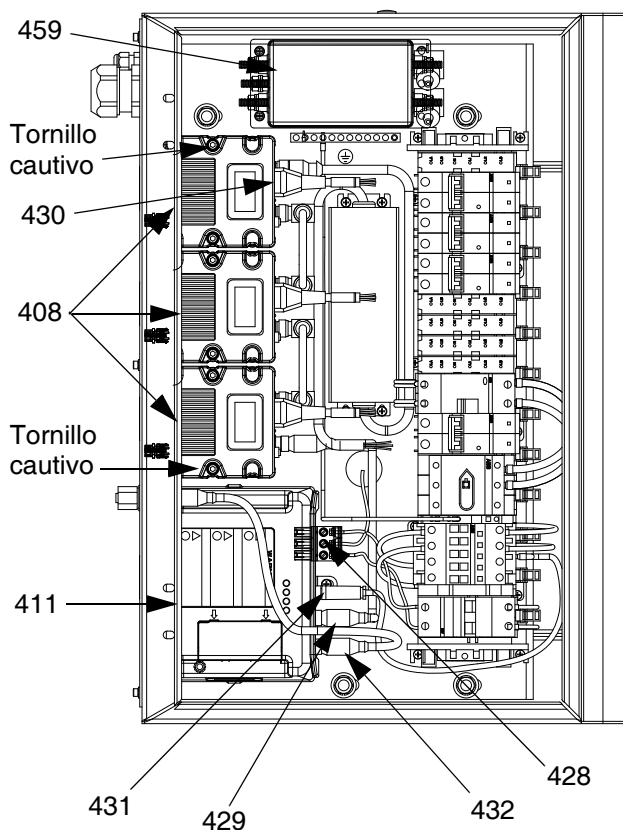

FIG. 48: Vista interna del gabinete eléctrico
2. Afloje ambos tornillos cautivos (409) que sostienen el TCM de baja potencia (408) en la base del gabinete. Retire el TCM de baja potencia. Vea la FIG. 48.
2. Retire el panel lateral del gabinete eléctrico (436). Vea **Piezas del gabinete eléctrico** en la página 91.
3. Desconecte los cuatro cables de entrada (432, 428, 429, 431) del TCM de alta potencia. Vea la FIG. 48.
4. Retire ambos tornillos (415) que aseguran las ménsulas (412, 413) del TCM de alta potencia en el gabinete eléctrico. Retire el TCM de alta potencia. Vea **Piezas del gabinete eléctrico** en la página 91.